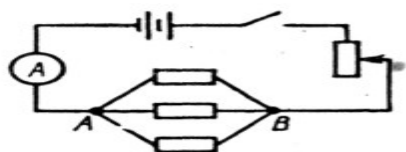

Рис.1
1. Составить электрическую цепь по схеме, изображенной на рис. 1.